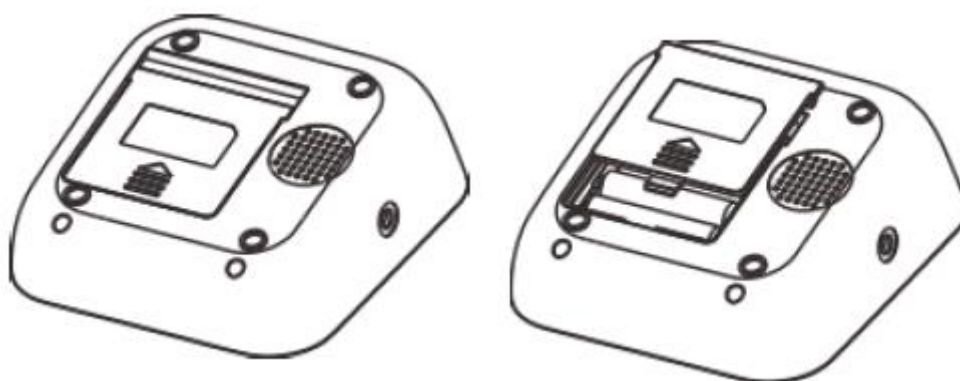

Figura 04
1. Premere il gancio sul fondo del coperchio del vano batterie e sollevare il coperchio nella direzione della freccia (Figura 04).